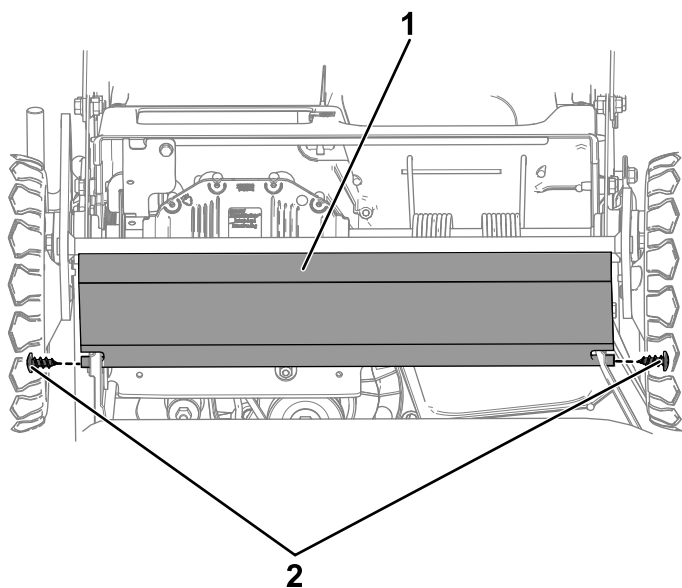

Figura 46
9. Retire el protector de arrastre retirando los 2 pernos que lo sujetan en su sitio (Figura 46).